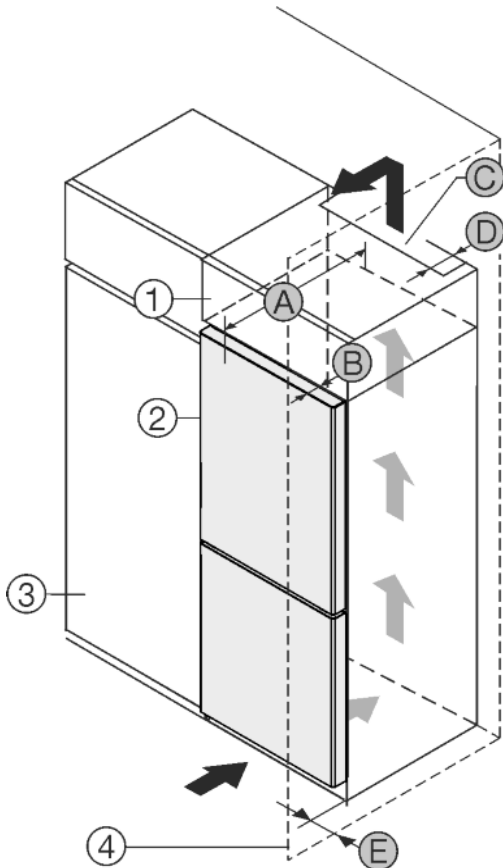

Fig. 1
Пристрій встановити безпосередньо поряд із кухонною шафою Fig. 1 (3).*
Встановити пристрій на відстані 5 см між пристроєм та кухонною шафою Fig. 1 (3).*
Глибина Fig. 1 (D) вільного простору вздовж усієї задньої сторони шафи повинна бути.*
Слід дотримуватись вентиляційного отвору Fig. 1 (C) в стелі приміщення.*
Якщо пристрій встановлюється поряд зі стінкою Fig. 1 (4), відстань між пристроєм та стінкою повинна бути не менше 40мм. Це відповідає необхідній відстані для ручки після відкриття дверцят.*
Щоб мати можливість повністю відкривати дверцята, потрібно, щоб пристрій стояв на відстані глибина дверей Fig. 1 (B) відносно передньої панелі кухонної шафи. Залежно від глибини кухонних шаф Fig. 1 (3) та використання пристінних розпірок пристрій може ще більше видаватися вперед.*
Щоб мати можливість повністю відкривати дверцята, потрібно, щоб пристрій стояв на відстані глибина дверей (B) відносно передньої панелі кухонної шафи. Залежно від глибини кухонних шаф Fig. 1 (3) та використання пристінних розпірок пристрій може ще більше видаватися вперед.*